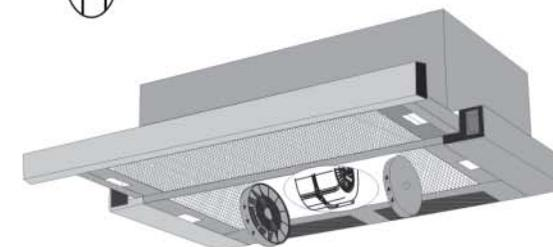

РИС. 7
Угольные фильтры устанавливаются на защитные решетки короба вентилятора, путем легкого нажатия и поворота их по часовой стрелке (рис. 7) Фильтрация воздуха осуществляется с помощью двух угольных фильтров, затем очищенный воздух возвращается в помещение. Очищенный воздух поступает в помещение через переходник или воздуховод.
- установите два угольных фильтра Ф-05 (рис.7) .